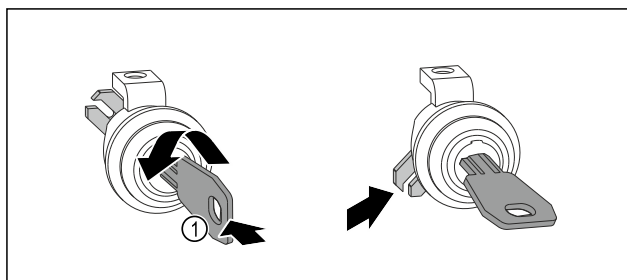

Fig. 14
- ▶ Вставьте ключ Fig. 14 (1) и поверните его.